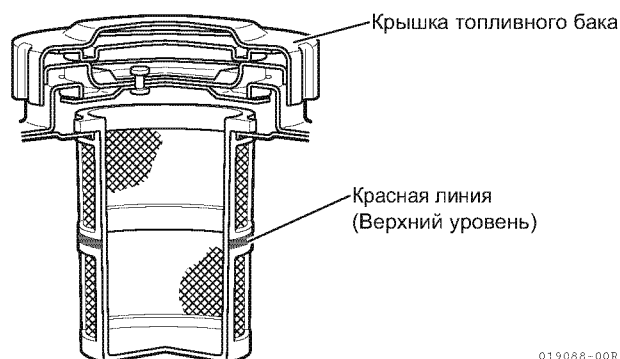

Рис. 52
- Заправляйте бак до указанного уровня (верхний уровень). (Рис. 52)